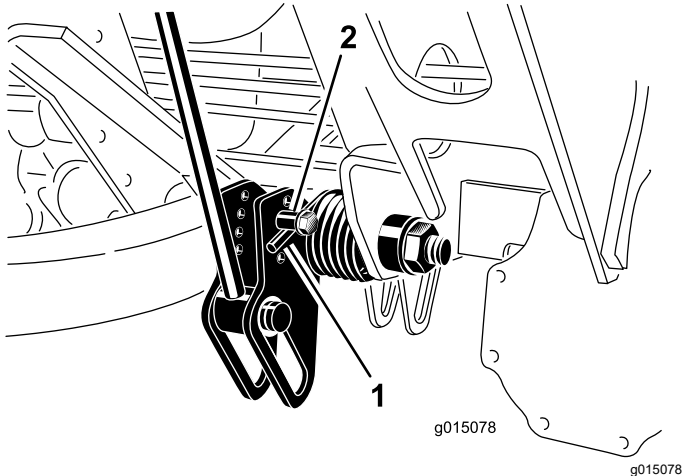

Figure 38
- Insérez un tube ou un objet similaire sur l'extrémité longue du ressort pour détendre le ressort pendant le réglage (Figure 38).
- Tout en détendant le ressort, retirez le boulon et le contre-écrou de fixation de l'actionneur de ressort au support (Figure 38).